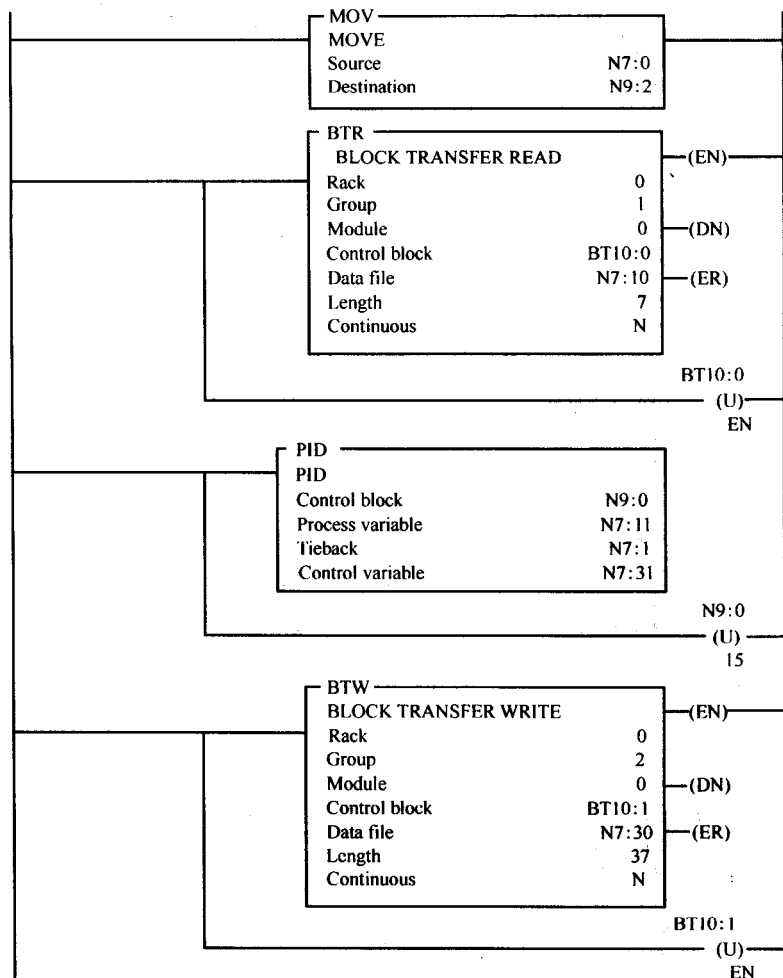

图 12-38 PLC-5 梯形图程序, 使用整型控制块的 PID 指令
如图 12-38 所示为一个使用了整型控制块的 PID 指令的 PLC-5 程序。我们假设这个程
4) PID 使能状态位 (偏离量=0/0), PID 完成状态位 (偏离量=0/1), 这是非常有用的, 因为使用了整型控制块的 PID 指令只有在控制逻辑从假变真时才执行一次。图 12-38 中
1) 设定值 (PD 助记符=.SP, 整型偏离量为字 2) 这个值通常是由你的 PLC 程序中的另一条梯级写入控制块的, 如图 12-38 和 12-39 中程序的第一个梯级所示。设定值的大小必须在最大值和最小值之间。如果设定值的标度变换在整控制块配置时被关闭了, 那么设定值的大小就要在 0 到 4095 之间。如果输入的设定值超过这个范围, 那么 PID 指令就会将一个状态位置位 (PD 助记符=.SPOR, 整型偏离量=0/11)。